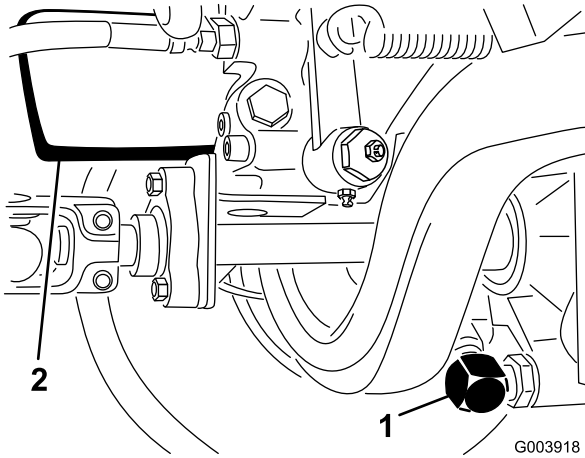

Figura 63
2. Limpie la zona alrededor del tubo de aspiración, en la parte inferior de la transmisión (Figura 63) y coloque un recipiente debajo del tubo.
2. Limpie alrededor de la zona de montaje del filtro (Figura 63) y coloque un recipiente debajo del filtro.